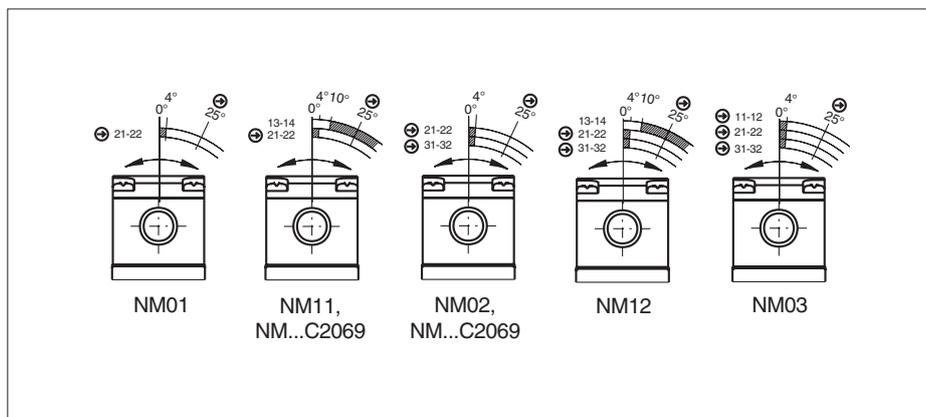

Figura 4: Diagrammi di funzionamento NM..AV/NM..AL
- ▶ Montare l'asse di azionamento in modo che all'azionamento l'angolo di rotazione sia almeno $(25^{\circ}-5^{\circ})$ (raggiungimento dell'apertura di contatto stabilita, vedi Figura 4)